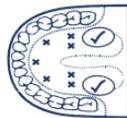

Figura 2
a) Uso oral: Coloque el termómetro bajo la lengua como se indica en la posición "✓" mostrada en la Figura 2. Cierre la boca y respire regularmente por la nariz para evitar que la medición sea influenciada por el aire inhalado/exhalado.